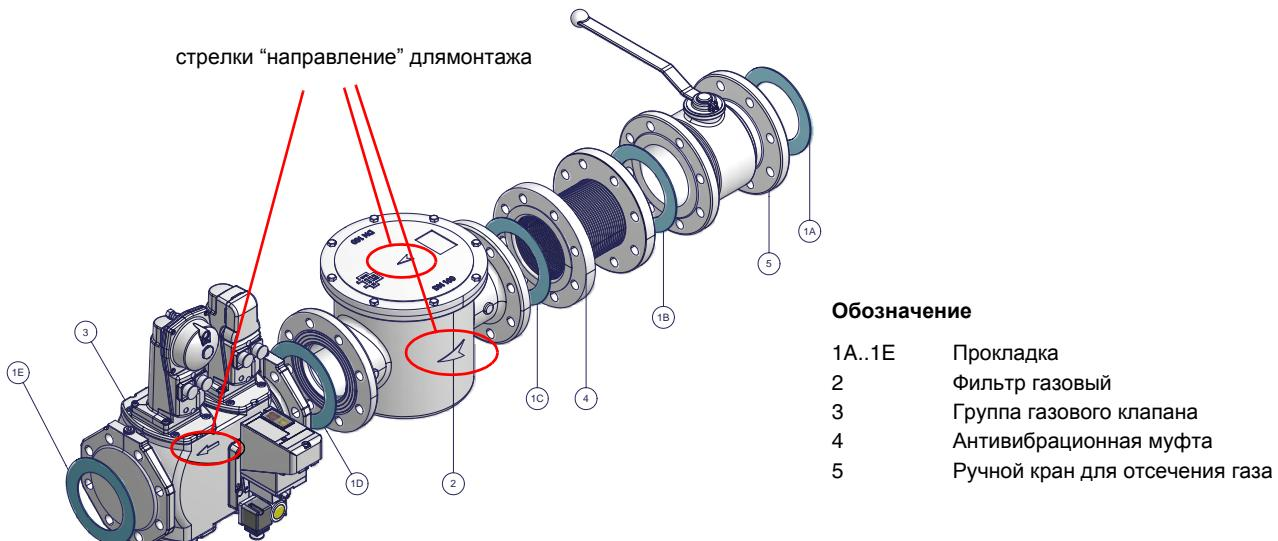

Рис. 6 - Пример газовой рампы
- 1- б) при фланцевых соединениях: между соседними компонентами устанавливать прокладку (1A..1E - Рис. 6), совместимую с используемым газом,
ВНИМАНИЕ: после монтажа газовой рампы согласно схеме на Рис. 6, необходимо провести тестирование на герметичность газового контура, согласно требований действующих нормативов.